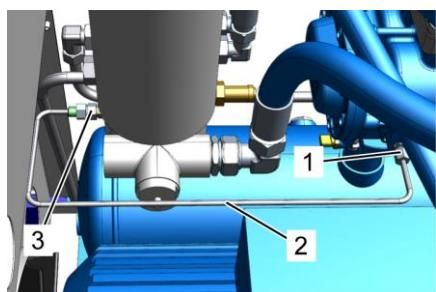

Рис. 43: Обратный трубопровод
6. Отсоедините обратный трубопровод (Рис. 43/2) на мультиблоке (Рис. 43/3) и ступени компрессора (Рис. 43/1).
7. Очистите обратный трубопровод (Рис. 43/2) и сопло, при необходимости замените их оригиналными запчастями (Приложение D «Список запчастей» на странице 124).
7. Снова установите сопло и обратный трубопровод (Рис. 43/2) на место и затяните резьбовые соединения (Приложение В «Моменты затяжки винтов» на странице 119).